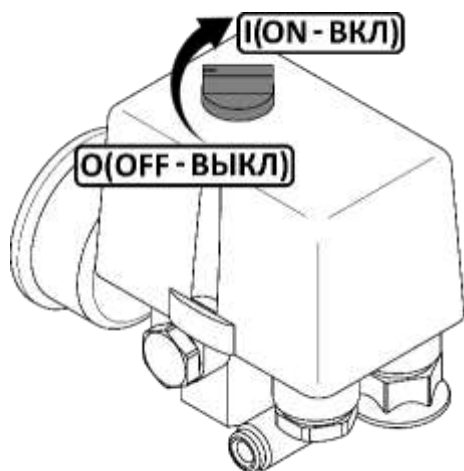
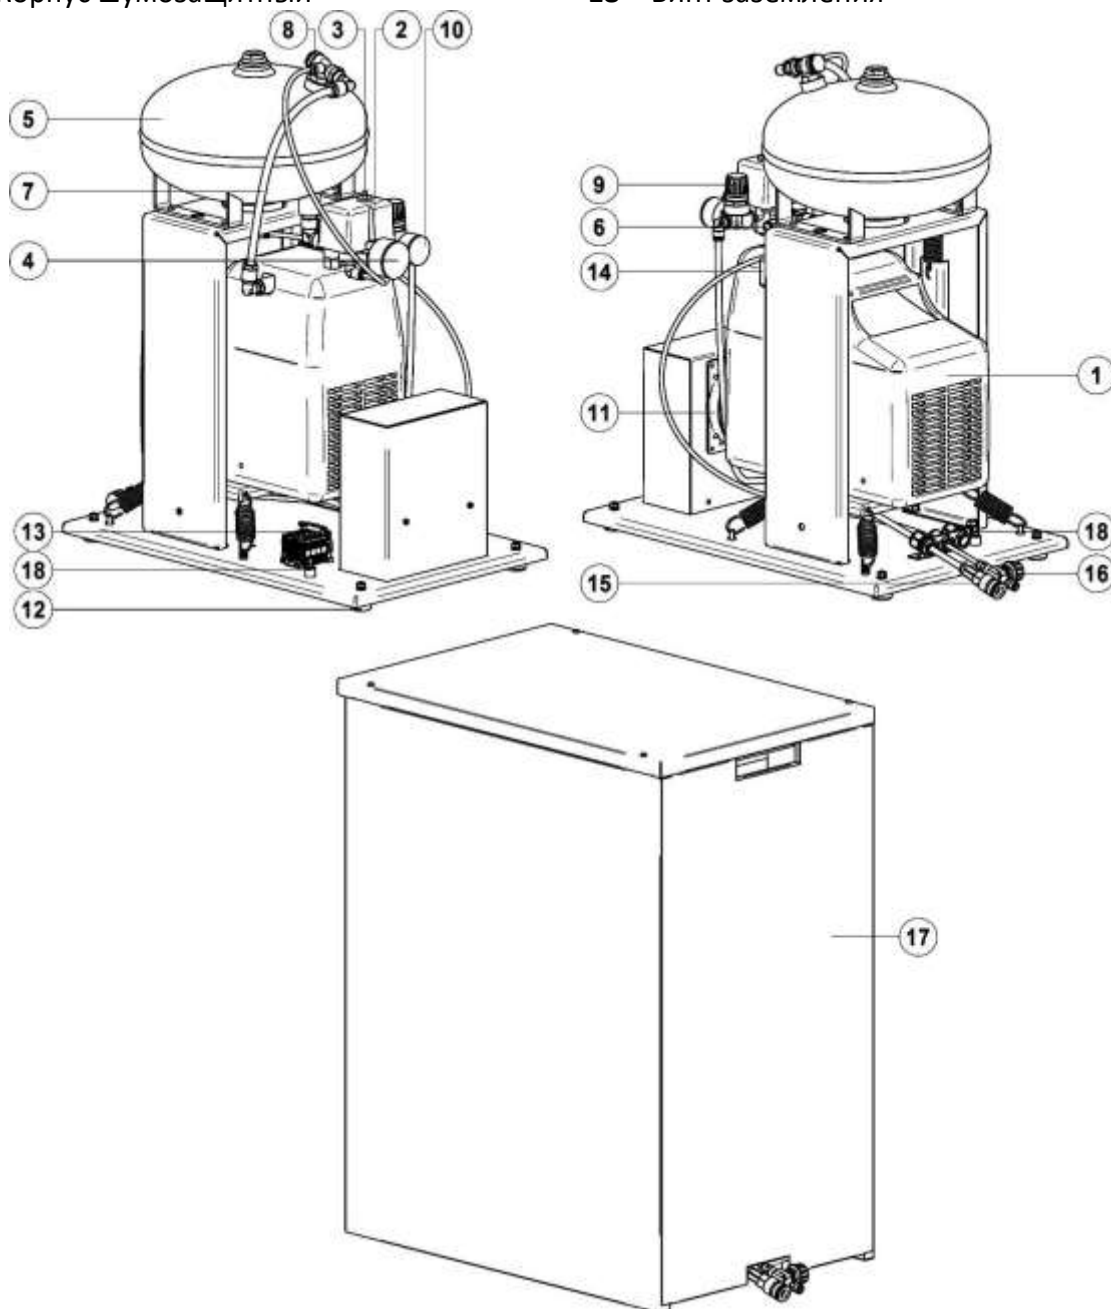

Рисунок 2
Рисунок 3 - Общий вид компрессора СБ4-8.F114К
- Проверьте, чтобы выключатель на реле давления находился в выключенном положении "O" или "OFF", в зависимости от исполнения (рис. 2).
- Выключить компрессор выключателем **3** на реле давления (рис. 3). Для этого необходимо переключить выключатель в положение "**О**" или "**OFF**", в зависимости от исполнения (рис. 2). После этого остановится электродвигатель и произойдет сброс давления из нагнетательного воздухопровода и поршневого блока.
- 1 Переключите выключатель **3** на реле давления (рис. 3) в положение "O" или "OFF", в зависимости от исполнения (рис. 2).
- 2 После того, как блок поршневой **1** остынет до допустимой температуры, включите защиту двигателя, нажав кнопку включения термозащиты **13** (рис. 3).
- Снимите крышку всасывающего фильтра **14** (рис. 3), вывернув винт;